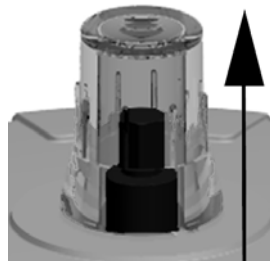

Abb. 12
- ▶ Antrieb in „Stellung AUF“ bringen, siehe Abb. 12